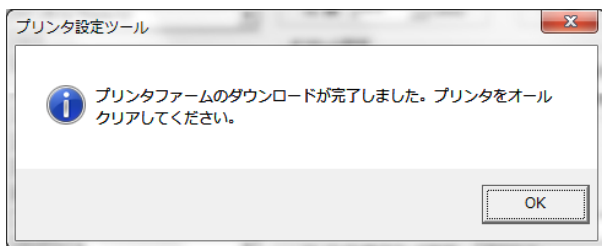

図 3.8.7 ダウンロード完了画面
- (6) 再起動が完了すると図 3.8.7 が表示されます。メッセージに従い、プリンタを初期化してください。